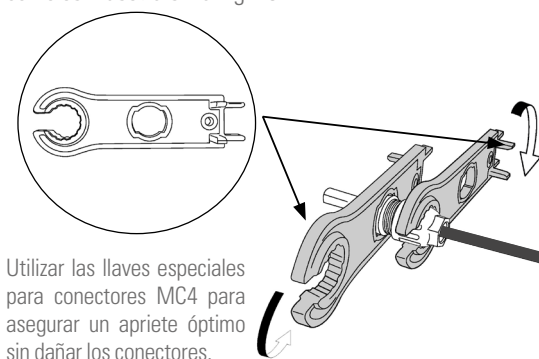

Fig. 20. Empleo llave de boca.
- Utilizar una llave de boca para atornillar la tuerca hasta el final y asegurarse de que el terminal esté bien sellado, como se muestra en la Fig. 20: